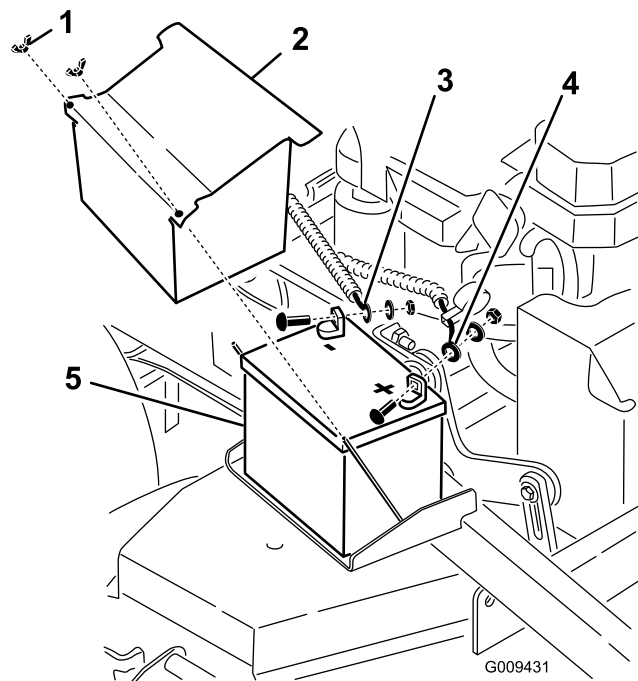

Figure 54
3. Enlevez le capuchon en caoutchouc noir qui protège le câble négatif. Débranchez le câble négatif de la borne négative (-) de la batterie (Figure 54).
4. Enlevez le capuchon rouge de la borne positive (rouge) de la batterie. Débranchez ensuite le câble positif (rouge) de la batterie (Figure 54).
5. Déposez la plaque de maintien de la batterie (Figure 54) et enlevez la batterie.
1. Placez la batterie sur la machine (Figure 54).
3. Commencez par relier le câble positif (rouge) à la borne positive (+) de la batterie avec un écrou, une rondelle et un boulon (Figure 54). Glissez le capuchon de caoutchouc sur la borne de la batterie.
4. Reliez ensuite le câble négatif et le câble de masse à la borne négative (-) de la batterie avec un écrou, une rondelle et un boulon (Figure 54). Glissez le capuchon de caoutchouc sur la borne de la batterie.